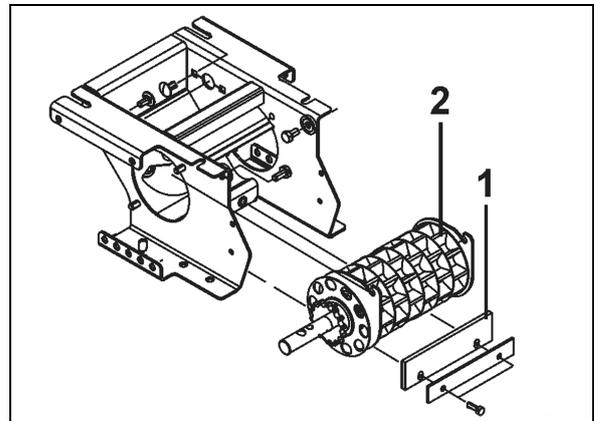

Fig. 201
- Eine defekte oder falsch eingestellte Dosierlippe (Fig. 201/1) führt zu Dosierfehlern.
Die Dosierlippe so einstellen, dass sie leicht anliegt an der Dosierwalze (Fig. 201/2).